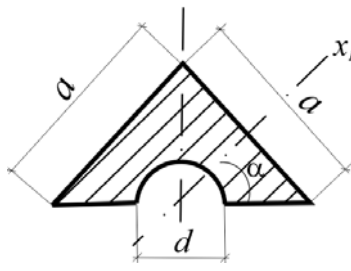

Рис.3.8
**3.8. Определить момент инерции фигуры относительно оси  $x_1$  (рис.3.8).**